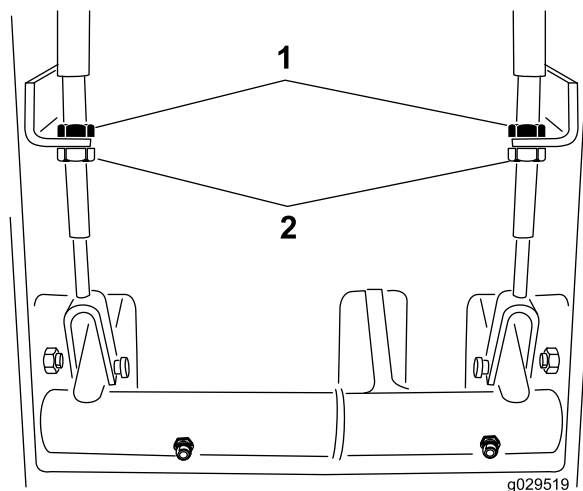

Bild 72
2. Ziehen Sie zum Reduzieren des Spiels der Bremspedale die Bremsen fester; lockern Sie dazu die vorderen Klemmmuttern am Gewindeende des Bremszugs (Bild 72).